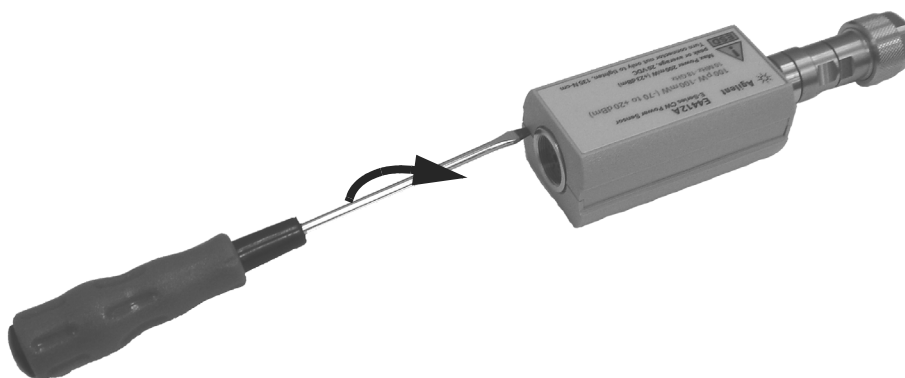

Figura 5 Rimozione dell'involucro del sensore di potenza
- 1 Sulla parte posteriore del sensore di potenza, inserire la lama di un cacciavite tra gli involucri in plastica (**Figura 5**). Per evitare di danneggiare gli involucri in plastica, usare un cacciavite la cui lama sia della stessa larghezza della fessura tra i due involucri.
- 1 Rimettere gli schermi magnetici e gli involucri in plastica come indicato nella **Figura 5**. Chiudere gli involucri serrandoli.